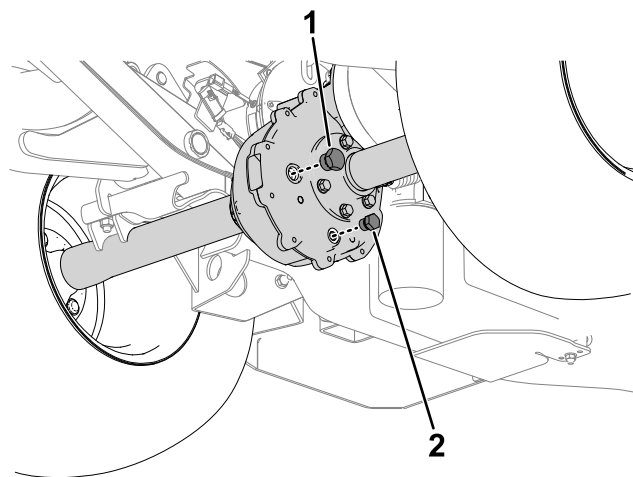

図 52
2. フィルプラグを取り外す (図 52)。
3. ドレンプラグ (図 52) を取り外し、液体を完全に排出する。